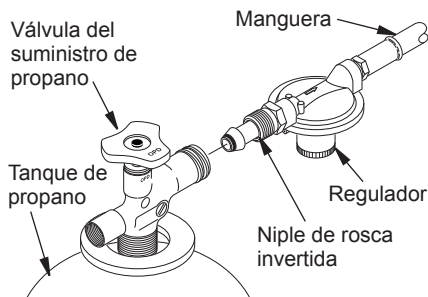

Figura 4 - Posición del regulador
2. Conecte el niple de rosca invertida del ensamble de manguera-regulador a los tanques de propano. Gire el niple de rosca invertida en sentido contrario al de las manecillas del reloj en la rosca del tanque. Apriete firmemente usando una llave. **IMPORTANTE:** Coloque el regulador de manera que la manguera que sale del regulador esté en posición horizontal (consulte la figura 4). Esto coloca la ven-
3. Conecte la manguera a la entrada de la válvula (consulte la figura 4). Apriete firmemente usando una llave.